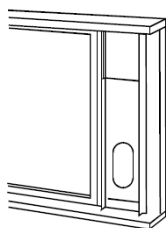

Abb.14
3. Schneiden Sie die Schaumstoffdichtung (selbstklebend) auf die richtige Länge und bringen sie oben am Fenster an. Gezeigt in Abb.14.